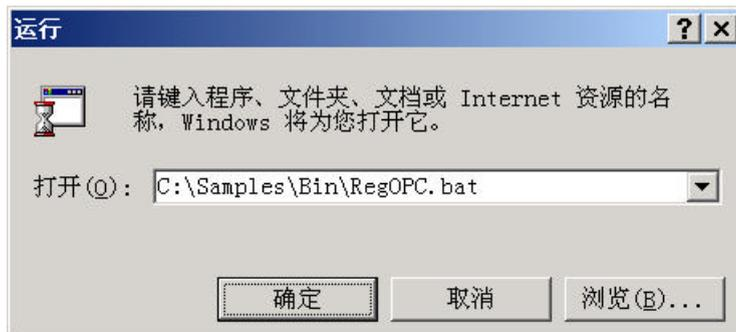

图 6-1 示范源程序的注册
- 3) 从菜单选择[开始]-[运行(R)...]，然后按下[浏览(B)...]按钮，选择存放复制文件位置内的OPC注册批处理文件“\Samples\Bin\RegOPC.BAT”（图6-1）。